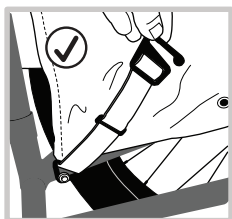

Figure 15
9. Fixez les crochets aux boucles les plus basses du dos de la sacoche. Serrez-les au préalable si nécessaire, car ils doivent être très serrés. Assurez-vous que l'extrémité ouverte des crochets est dirigée vers le bas (figure 15, 16).